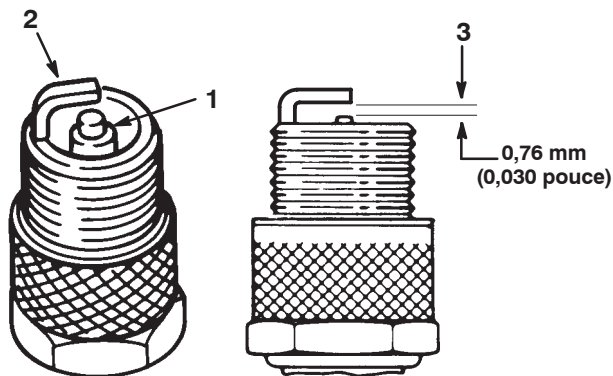

Figure 36
1. Inspectez le centre des bougies (Fig. 36). Si le bec de l'isolateur est recouvert d'un léger dépôt gris ou brun, le moteur fonctionne correctement. S'il est couvert d'un dépôt noir, c'est généralement signe que le filtre à air est encrassé.
2. Contrôlez l'écartement entre l'électrode centrale et l'électrode latérale (Fig. 36).
Remarque : Courbez l'électrode latérale (Fig. 36) si l'écartement est incorrect.